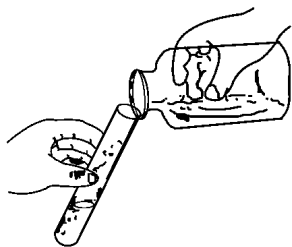

图 7 平顶瓶塞试剂瓶的操作法
(1) 从平顶瓶塞试剂瓶中取用试剂的方法是:先取下瓶塞把它仰放在台上。用左手的大拇指、食指和中指拿住容器(如试管、量筒等),用右手拿起试剂瓶并注意使试剂瓶上的标签对着手心,倒出所需量的试剂,倒完后,应该将试剂瓶口在容器上靠一下,再使瓶子竖直,这样可以避免遗留在瓶口的试剂流到试剂瓶的外壁(图 7)。必须注意,倒完试剂后瓶塞立刻盖在原来试剂瓶上,把试剂瓶放回原处,并使瓶上的标签朝外。
(2) 从滴瓶中取少量试剂的方法:瓶上装有滴管的试剂瓶称为滴瓶,滴管上部装有橡皮头,下部为细长的管子。试用时,提起滴管,使管口离开滴面,用右手手指紧捏橡皮头,以赶出滴管中的空气,然后把滴管伸入试剂瓶中,放开手指,吸入试剂并滴入试管或烧杯中。